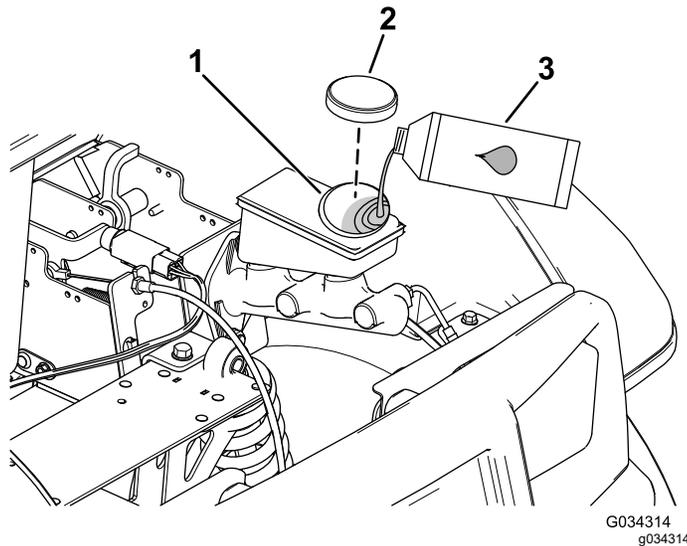

图 63
4. 抬起机罩可接触到主刹车油缸和油箱 图 63。
- A. 清洁油箱盖附近的区域并取下油箱盖 图 63。
- C. 安装油箱盖 图 63。